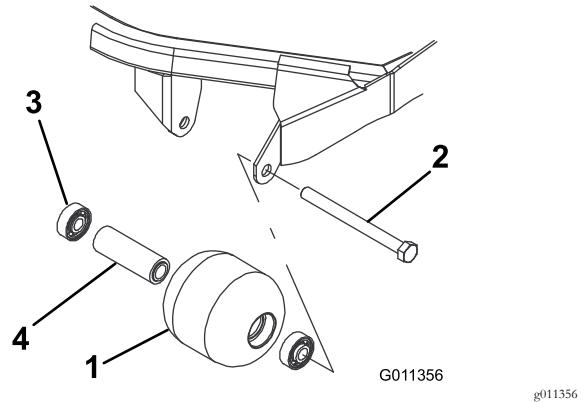

Figura 71
- Retire el perno de montaje del rodillo (Figura 71).
- Inspeccione el alojamiento del rodillo, los cojinetes, y el espaciador del cojinete (Figura 71) Sustituya cualquier componente dañado y vuelva a ensamblar el conjunto.
1. Introduzca a presión el primer cojinete en el alojamiento del rodillo (Figura 71). Haga presión solamente sobre el anillo de rodadura exterior, o de forma igual sobre el anillo exterior y el interior.
2. Introduzca el espaciador (Figura 71).
3. Introduzca a presión el segundo cojinete en el alojamiento del rodillo (Figura 71), haciendo presión de manera uniforme sobre el anillo de rodadura interior y el exterior hasta que el anillo de rodadura interior entre en contacto con el espaciador.